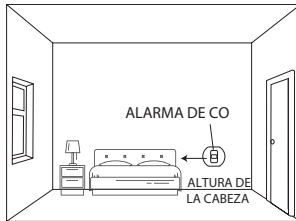

Figura 2: instalación en una sala o habitación sin aparatos de combustión (instalado a la altura de la cabeza)
2. Instalación de una alarma de CO en una sala o habitación sin un aparato de combustión (ver figura 2):